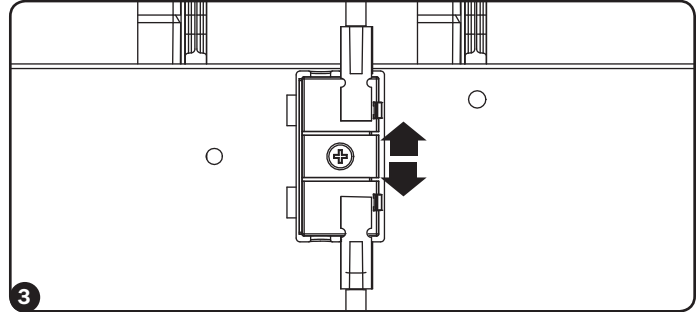

Figura 3-1
- 3 Abra los alojamiento de terminales que cubren los terminales del cable de la batería interna. Desconecte las terminales (Figura 3-1). Refiérase a la Figura 3-2 para consultar la instalación de la batería entera.